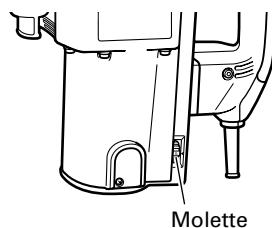

Fig. 3
- (3) Pour retirer l'outil, tirer complètement l'attache coulissante dans le sens de la flèche et sortir l'outil.
7. Réglage du nombre de rotations et de percussion (Fig. 3)